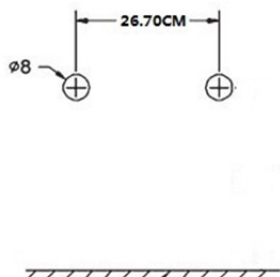

Fig. 1
3. Percez deux trous aux dimensions des tuyaux d'expansion $\varnothing$ - 8 mm - dans le mur (voir figure 1) D= 267 mm.